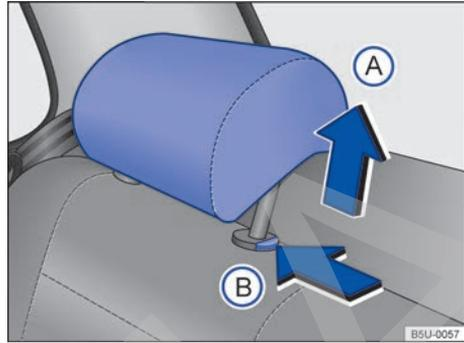

Fig. 41 Desmonte el apoyacabezas trasero.
- Pulse la tecla \Rightarrow fig. 41 (B) en el sentido de la flecha. Retire el apoyacabezas mientras presiona la tecla.
- Empuje el apoyacabezas hacia abajo con la tecla \Rightarrow fig. 41 (B) presionada.